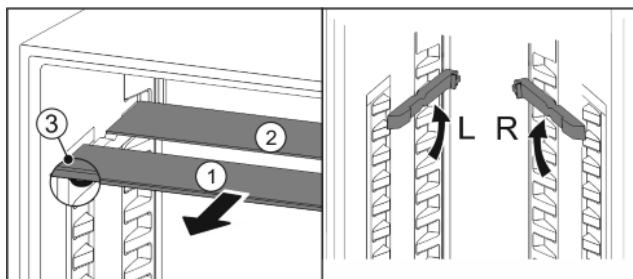

Fig. 18
▶ Wyciągnąć Fig. 18 (1) pojedynczo półki szklane do przodu.
▷ Szklana płyta Fig. 18 (1) ze stoperami znajduje się z przodu.
▷ Stopery wskazują w dół Fig. 18 (3).